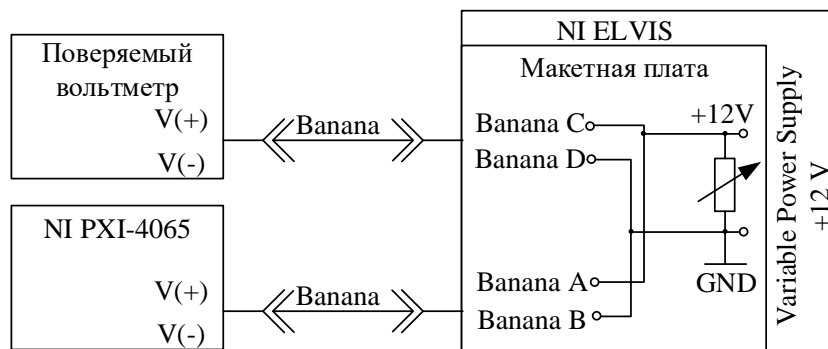

Рисунок 2 – Схема поверки вольтметра на постоянном токе
1.3. Собрать схему поверки вольтметра на постоянном токе (рис. 2), в качестве источника напряжения постоянного тока использовать Variable Power Supply, входящих в состав NI Elvis. Значения постоянного напряжения регулируются на передней панели «Supply +» NI Elvis при включенном режиме «Bypass».